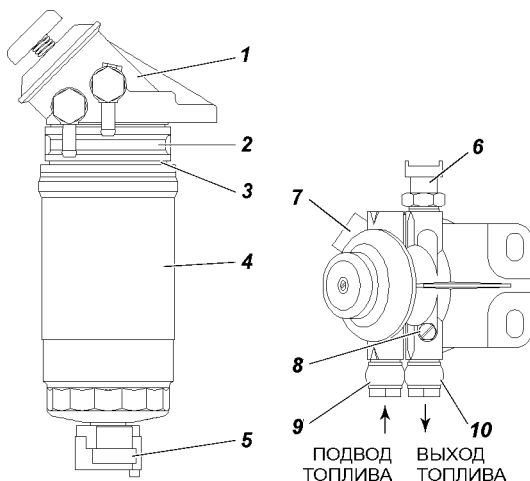

Рис. 9.19. Фильтр тонкой очистки топлива с подкачивающим насосом и датчиком наличия воды в топливе в пробке слива отстоя:
-первое заполнение системы питания производите с помощью подкачивающего насоса на фильтре тонкой очистки топлива. Стравливание воздуха производите через винт на фильтре тонкой очистки топлива 7 (рис. 9.19);
**Фильтр тонкой очистки топлива (BOSCH, A 450 085 725)** показан на рис. 9.19.